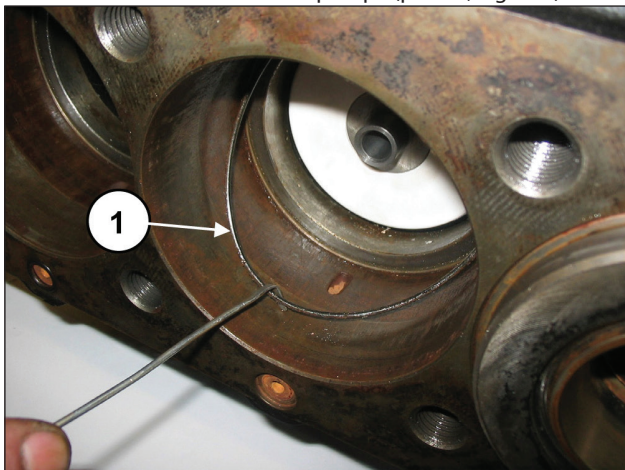

Fig. 125
Rimuovere l'O-ring di fondo supporto guarnizione qualora rimanesse all'interno del carter pompa (pos. ①, Fig. 125).